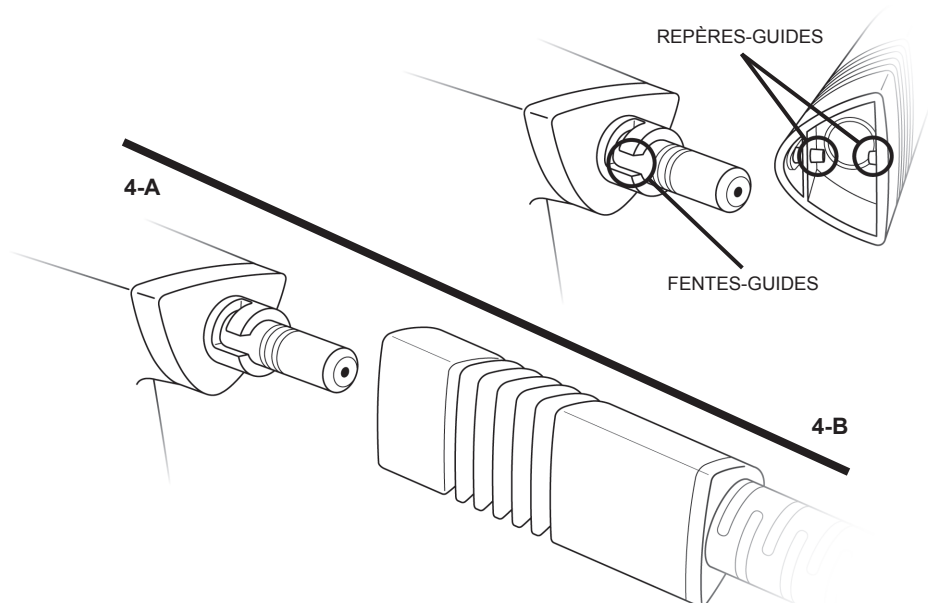

FIGURE 4
1. Alignez l'extrémité femelle du Tuyau de rallonge et l'Injecteur à vapeur (FIGURE 4-A). Le repère-guide du Tuyau de rallonge et la fente-guide à la base de l'Injecteur à vapeur doivent être alignés (FIGURE 4-B).